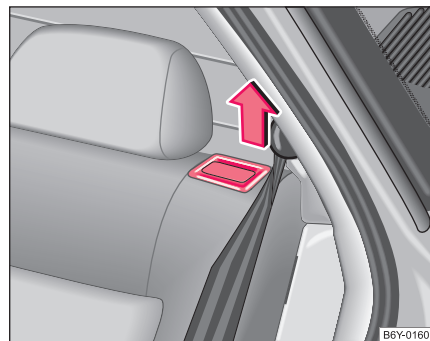

Fig. 49 Asigurarea spătarului locurilor din spate
- Trageți butonul de siguranță din spătarul banchetei spate și pliați spătarul în față ⇒ Pagina 68, Fig. 49.